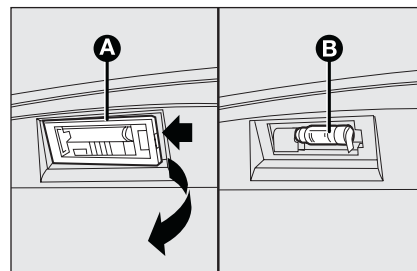

fig. 31
- ☐ presionando en el punto indicado por la flecha quite la pantalla transparente **A** fig. 31;